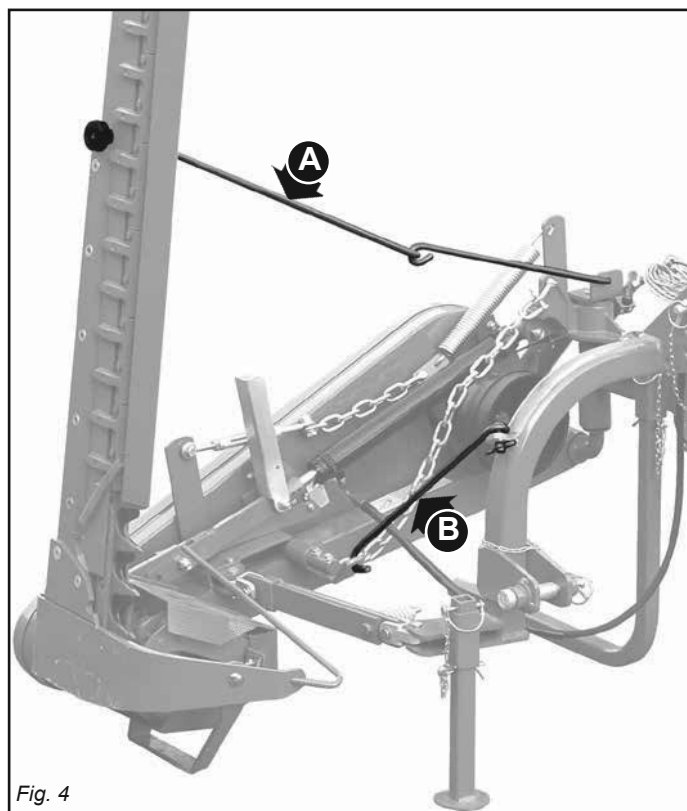

Fig. 4
- 34) Beim Transport müssen die seitlichen Lenker mit den Stabilisierungsketten und Spannvorrichtungen befestigt werden; wird den Balken hochgestellt; mit dem Zughaken (A, Abb. 4) absichern und den Sicherheitshaken (B, Abb. 4) einrasten lassen; die Mähmesser und den Außenschuh mit den jeweiligen Schutzvorrichtungen abdecken; beim Straßentransport mit ausgehobenem Anbaugerät ist der Schalthebel des Krafthebers in die blockierte Stellung zu setzen.